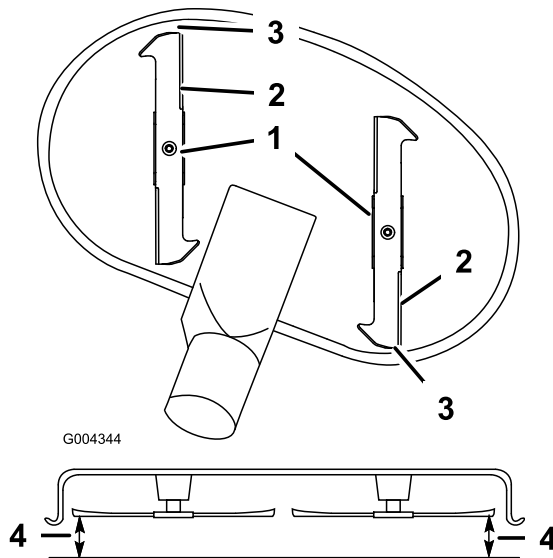

Figura 55
9. Impostate l'altezza di taglio alla posizione **D** (76 mm), e fate girare con cautela le lame in modo che siano disposte longitudinalmente (Figura 55).
10. Misurate il valore dalla punta della lama anteriore e dalla punta della lama posteriore alla superficie piana (Figura 55). Se la punta della lama anteriore non è inferiore alla punta della lama posteriore di 1,6–7,9 mm, regolate i dadi di bloccaggio anteriori.